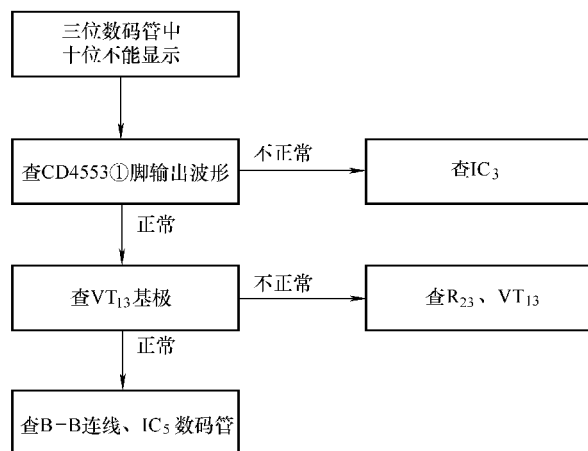

图 7-9 三位数码管中十位数不能显示故障查找流程图
- 1) 三位数码管中十位数不能显示，故障查找流程如图 7-9 所示。